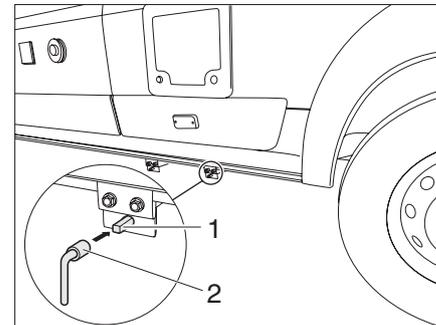

Fig. 99 Utilisation du robinet d'évacuation des eaux usées
- ▶ Insérer la clé (Fig. 99,2) sur la vis à quatre pans (Fig. 99,1).
- ▶ Pour ouvrir le robinet d'évacuation des eaux usées, tourner la vis à quatre (Fig. 99,1) pans d'un quart de tour dans le sens inverse des aiguilles d'une montre.